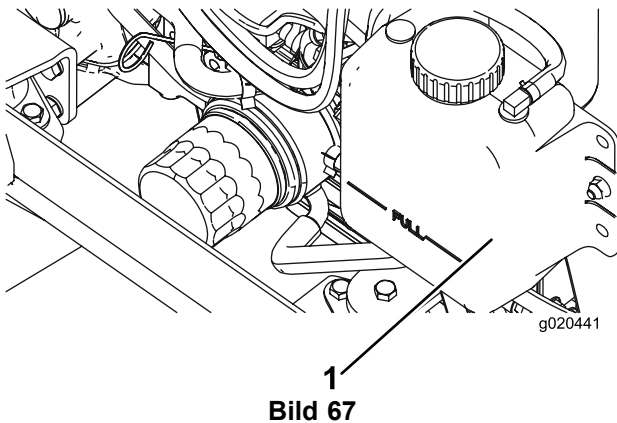

Bild 67
1. Nehmen Sie den Kühlerdeckel und den Deckel des Ausdehnungsgefäßes vorsichtig ab (Bild 67).